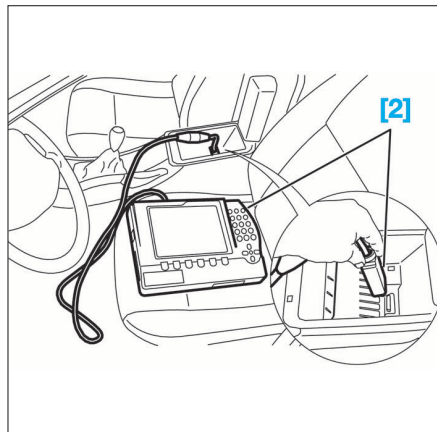
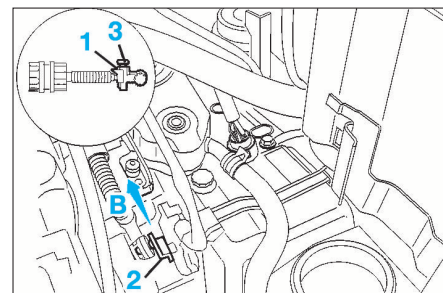

FIG. 16
FIG. 23
- Déverrouiller le système de réglage de la commande de vitesses, appuyer sur la pièce plastique noire (1) (Fig.23).
- Positionner le levier de passage (2) au maximum vers l'arrière du véhicule.
- Verrouiller le réglage des vitesses en appuyant sur la pièce plastique (3).
- Réinitialiser le calculateur de boîte de vitesses automatique à l'aide d'un outil de diagnostic approprié de type Diag 2000 [2] (Fig.16).